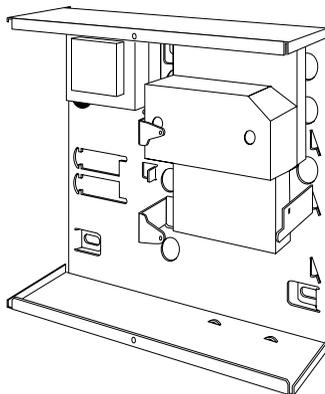

Figure 19. Installation d'un transmetteur externe
2. Glisser le transmetteur entre le coffret et la carte de la centrale, en s'assurant que le circuit imprimé principal peut être remis en place (se reporter à la figure 19 ci-dessous).